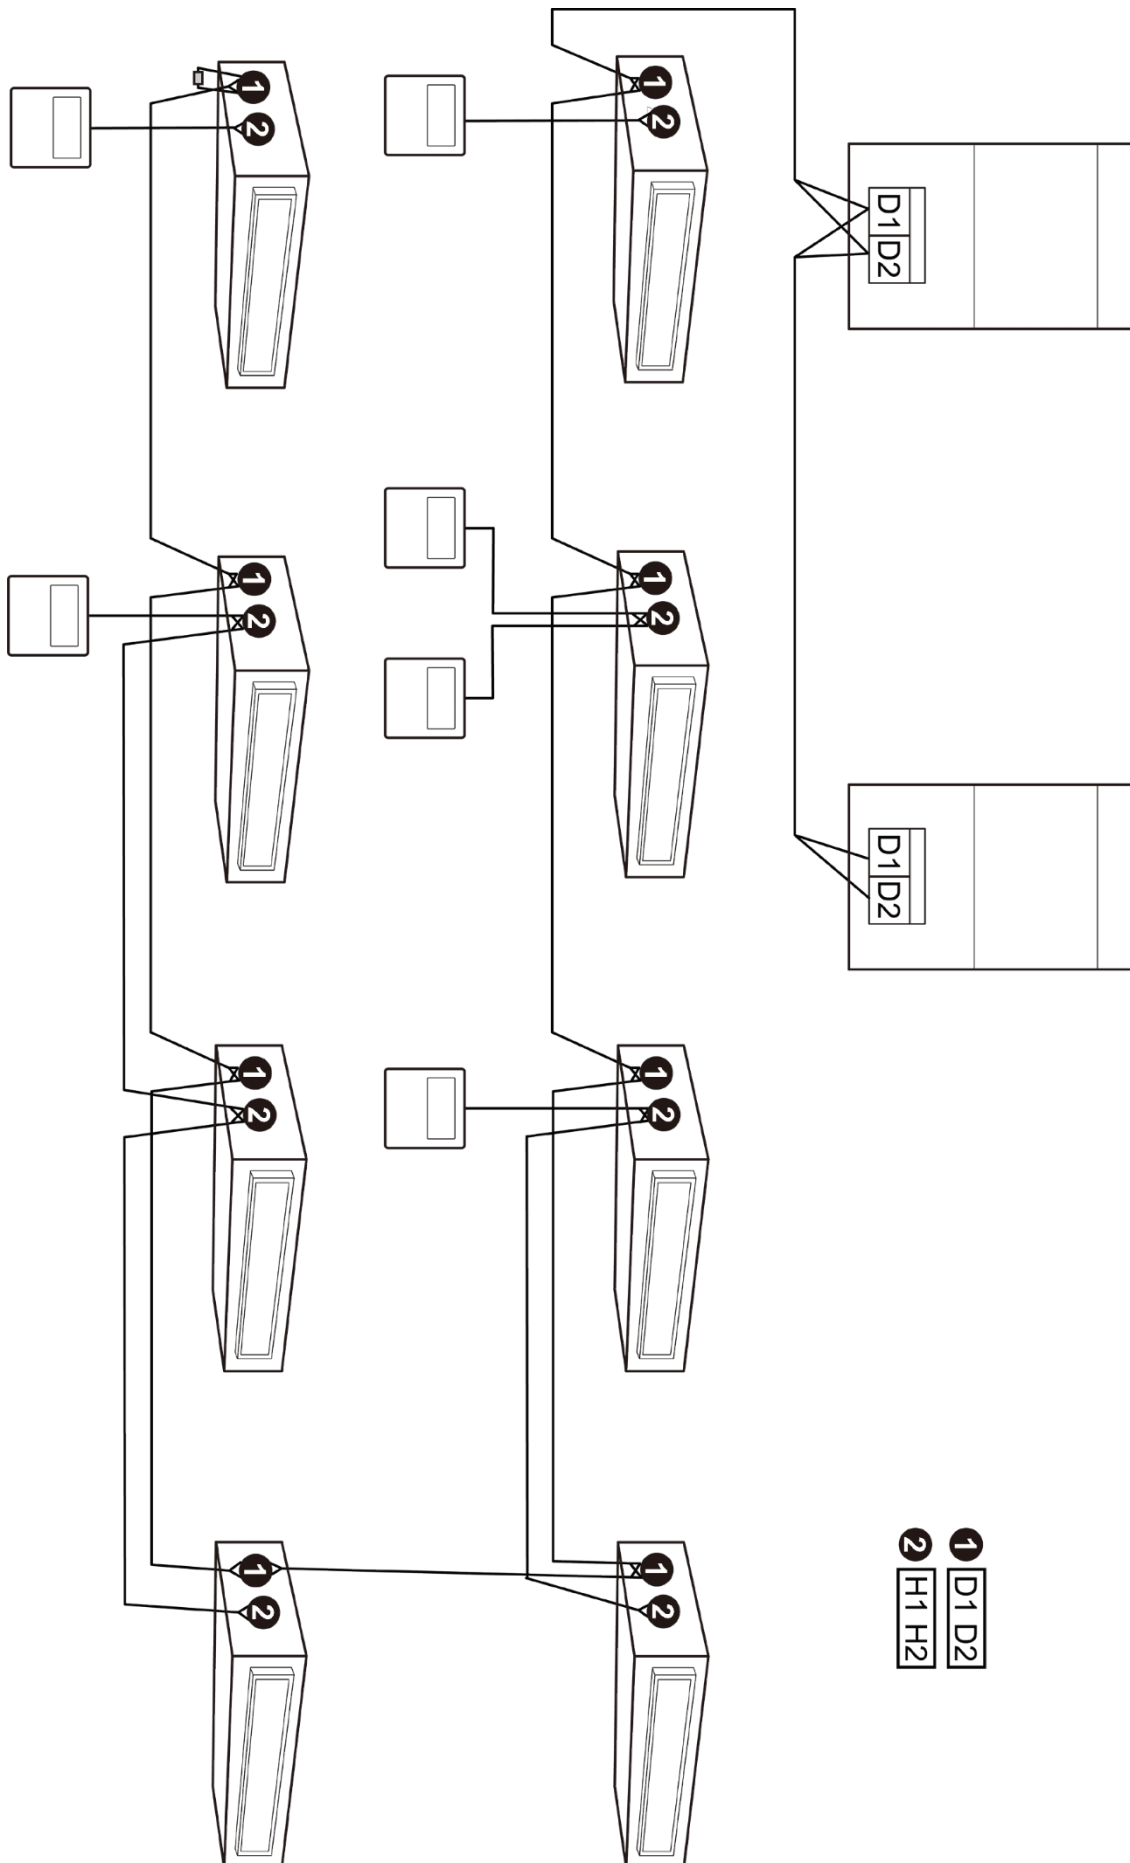

Fig. 5.5
- 4 Een bedrade controller kan maximaal 16 binnenunits tegelijkertijd aansturen. (Zoals weergegeven in Fig. 5.5).